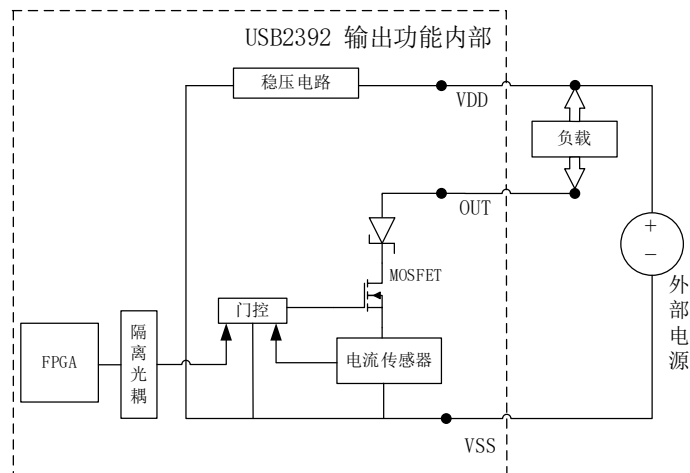

图 3-5-5
- 在对应输出通道上，将一个电阻连接至该通道的 VDD 引脚（即图 3-5-5 中负载），此时该通道的输出电平与空闲状态一致。